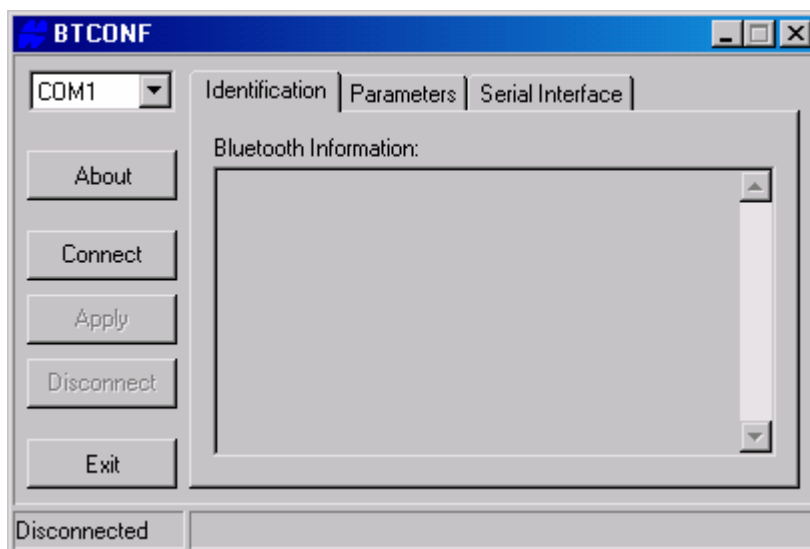

Рисунок 2-30. Главный экран программы настройки модуля Bluetooth
2. Запустите программу настройки модуля Bluetooth BTCONF.EXE (см. рис. 2-30).